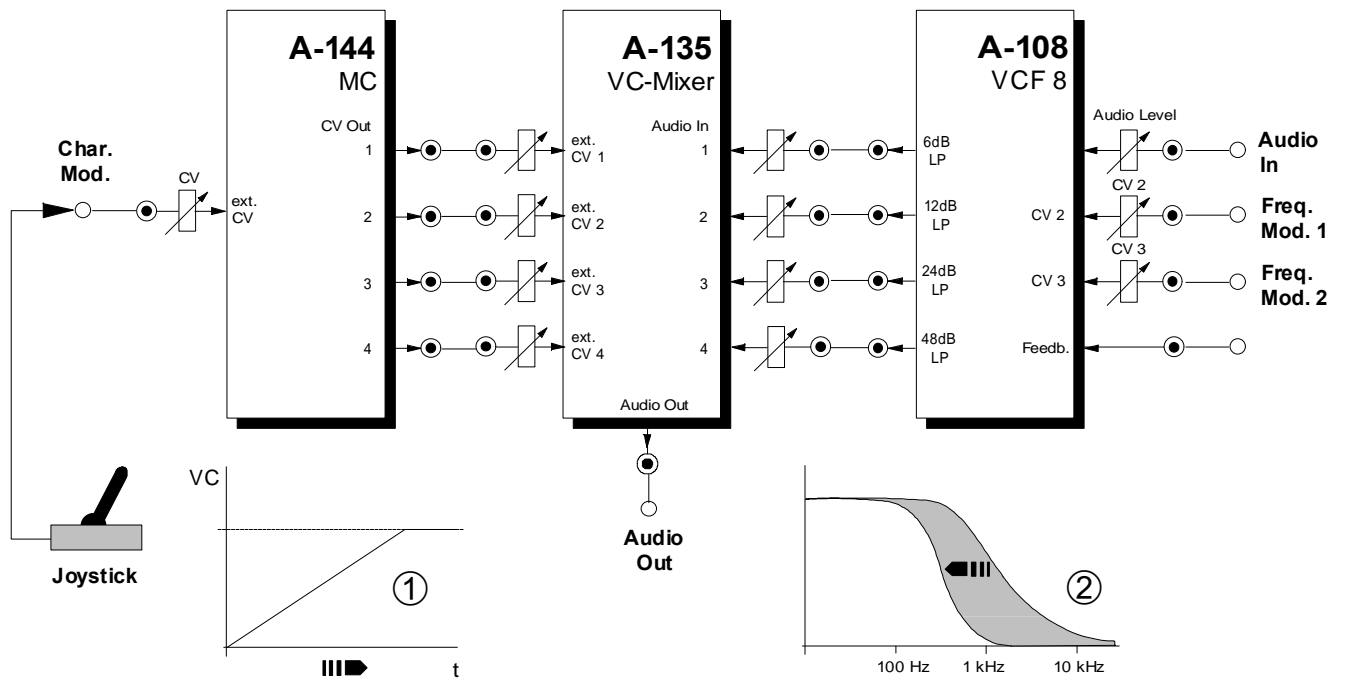

Abb. 5: Filter mit spannungsgesteuerter Flankensteilheit
Ein **Filter mit spannungsgesteuerter Flankensteilheit** können Sie mit dem A-108 in Verbindung mit dem Morphing Controller A-144 und dem spannungsgesteuerten Mixer A-135 realisieren. Abbildung 5 zeigt den Aufbau.
Das Signal zur Steuerung der Filtercharakteristik (genauer: Flankensteilheit) führen Sie dem A-144 an seinem Steuereingang (hier: "Char. Mod.") zu. So erhalten Sie beispielsweise ein "Sweep der Flankensteilheit", d.h. ein kontinuierliches Ansteigen der Flankensteilheit von 6 dB bis hin zu 48 dB (s. Abb. 5, ②), wenn Sie z.B. mit einem Joystick eine stetig steigende Steuerspannung (s. Abb. 5, ①) zuführen (vgl. auch Anwendungsbeispiele zum A-144).
Der Aufbau in Abb. 5 bietet ein breites Experimentierfeld für ungewöhnliche Filtereffekte, wobei Ihnen folgende Modulationseingänge zur Verfügung stehen: